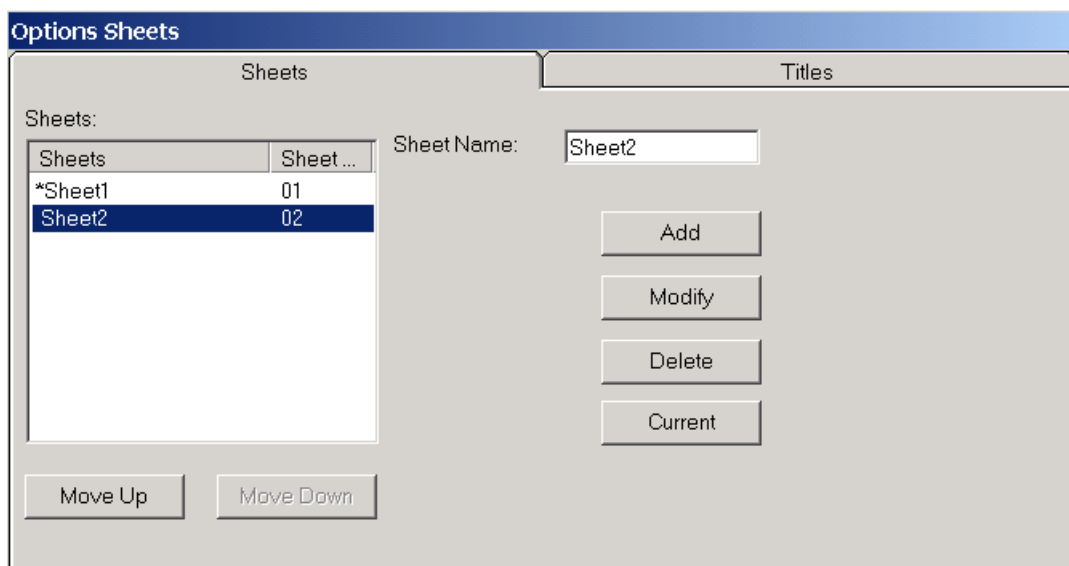

Рис. 6-1. Добавление второй страницы в проект
- 5) На панели **Option Sheets** (см. рис. 6-1) откройте закладку *Sheets* и в окне *Sheet Name* (название страницы) наберите **Sheet2**. Нажмите кнопку **Add** (добавить). Новое имя появится в окне *Sheets:* (страницы).